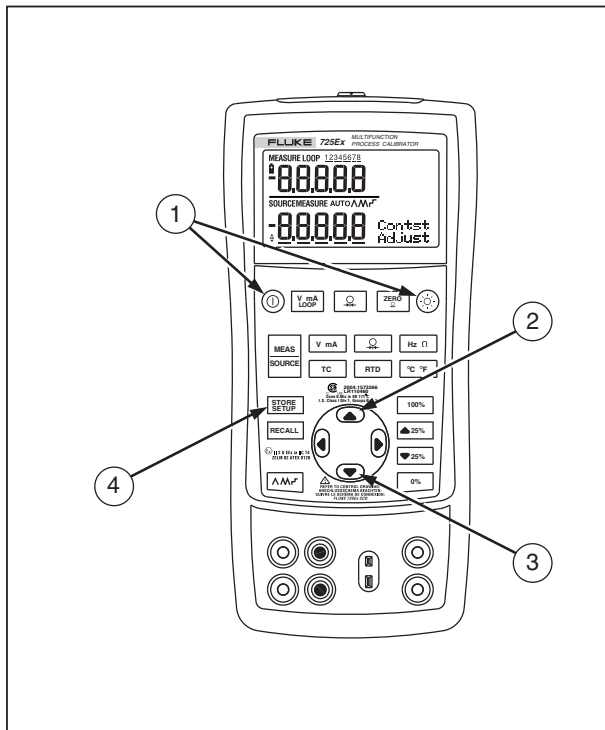

图 5. 电压-电压测试
1. 将校准器的电压输出端与其电压输入端如图 5 所示连接好。